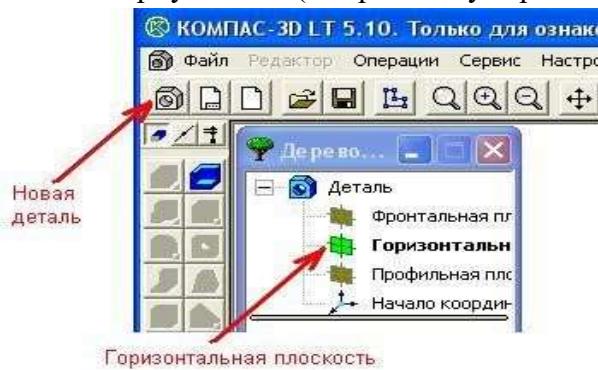

Рис. 1
4. Щелкнуть по кнопке «Новая деталь» (Рис. 1).
5. Выбрать **Горизонтальную** плоскость (Рис. 1).